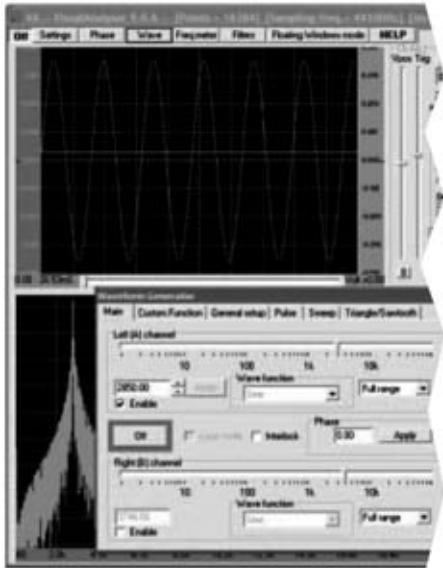

Fig.49
- Si ahora se pulsa en el botón **On** de la **barra de comandos** de la **pantalla principal** se activará el **osciloscopio** y el **analizador de espectro**. Aparecerá una imagen similar a la mostrada en la Fig.49.